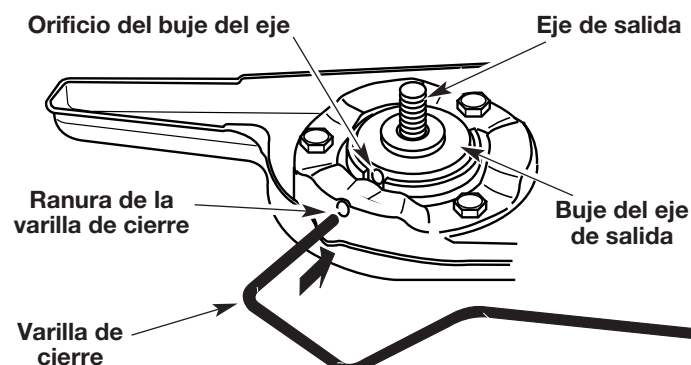
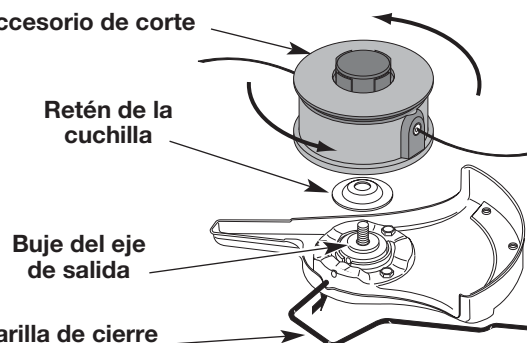

Fig. 7
Fig. 14
1. Alinee el orificio del buje del eje con la ranura de la varilla de cierre e inserte la varilla de cierre en el orificio del buje del eje (Fig. 7).
- Alinee el orificio del buje del eje con la ranura de la varilla de cierre e inserte la varilla de cierre en el orificio del buje (Fig. 7).
- Alinee el orificio del buje del eje con la ranura de la varilla de cierre e inserte la varilla de cierre en el orificio del buje del eje (Fig. 7). Coloque el retén de la cuchilla en el eje de salida con la superficie plana contra el buje del eje de salida según se ilustra en la Fig. 14. Enrosque el accesorio de corte en sentido antihorario en el eje de salida. Ajuste bien.